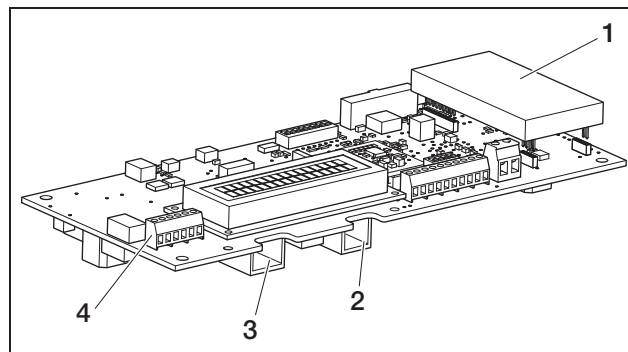

Abbildung 34: Kommunikationsschnittstellen
- Stecken Sie den Stecker des Ethernetkabels in die entsprechende Steckbuchse (3 in Abbildung 34).
- Stecken Sie den Stecker des Telefonkabels in die entsprechende Steckbuchse (2 in Abbildung 34).
Anstelle der Steckbuchsen RJ45 und RJ11 können Sie die sechspolige Schraubklemme zum Anschluss von Ethernetkabel und Telefonkabel nutzen (4 in Abbildung 34). Diese Anschlussart ist für die Installation in Großanlagen vorgesehen.